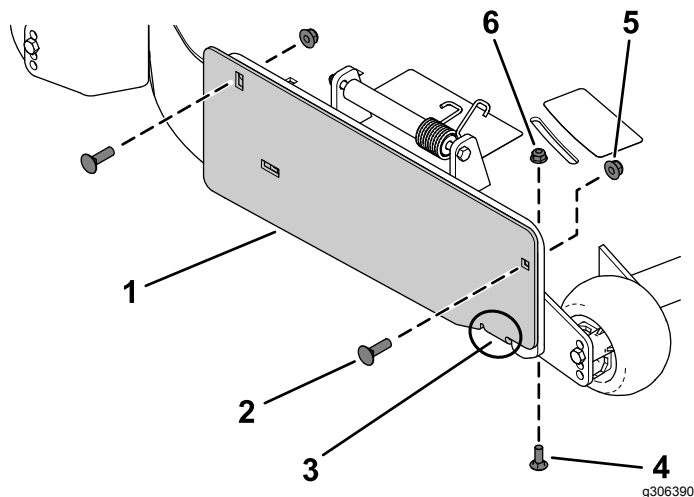

Рисунок 3
1. Прикрепите плоскую крышку выброса к наружной поверхности монтажного кронштейна с помощью 2 каретных болтов (3/8 x 1 1/4 дюйма) и 2 контргайек (3/8 дюйма), как показано на Рисунок 3.
2. Прикрепите выступ к внутренней поверхности деки газонокосилки с помощью 1 каретного болта (5/16 x 7/8 дюйма) и 1 фланцевой гайки (5/16 дюйма), как показано на Рисунок 3.